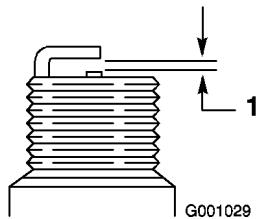

Figura 45
- Regolate la luce tra gli elettrodi della candela su 0,76 mm (Figura 45).